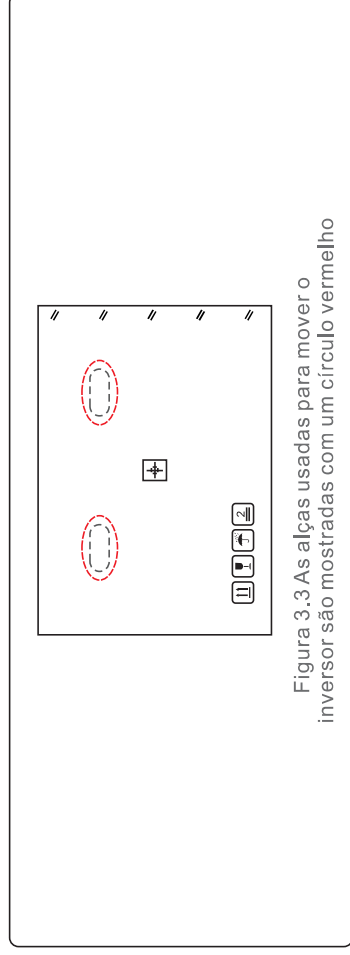

Figura 3.3 As alças usadas para mover o inversor são mostradas com um círculo vermelho
1. Os círculos vermelhos abaixo indicam recortes na embalagem do produto. Empurre os recortes para formar alças para mover o inversor (consulte a Figura 3.3).